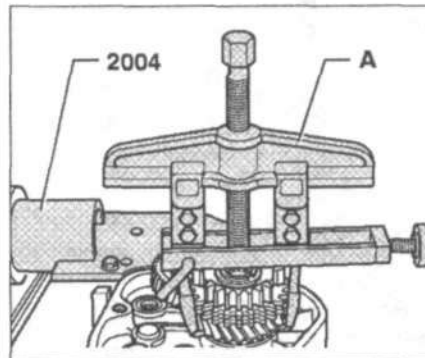

Рис. 8.23. Снимите ступицу синхронизатора вместе с шестерней 5-й передачи с помощью съемника А (Kukko 20/10).
11. Снимите ступицу синхронизатора вместе с шестерней 5-й передачи с помощью съемника А (рис. 8.23).